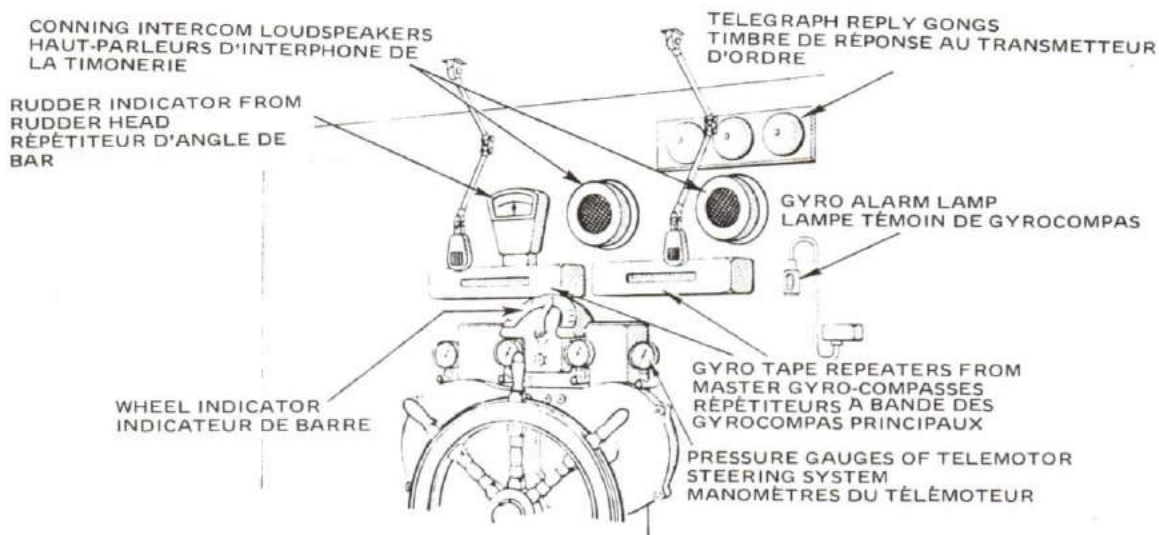

Figure 13-11
4. The helm should always be turned steadily by its spokes, without using undue speed or force. See Figure 13-11.
4. La barre devra toujours être tournée sans à coups au moyen des poignées, sans violence ou précipitation (voir la figure 13-11).